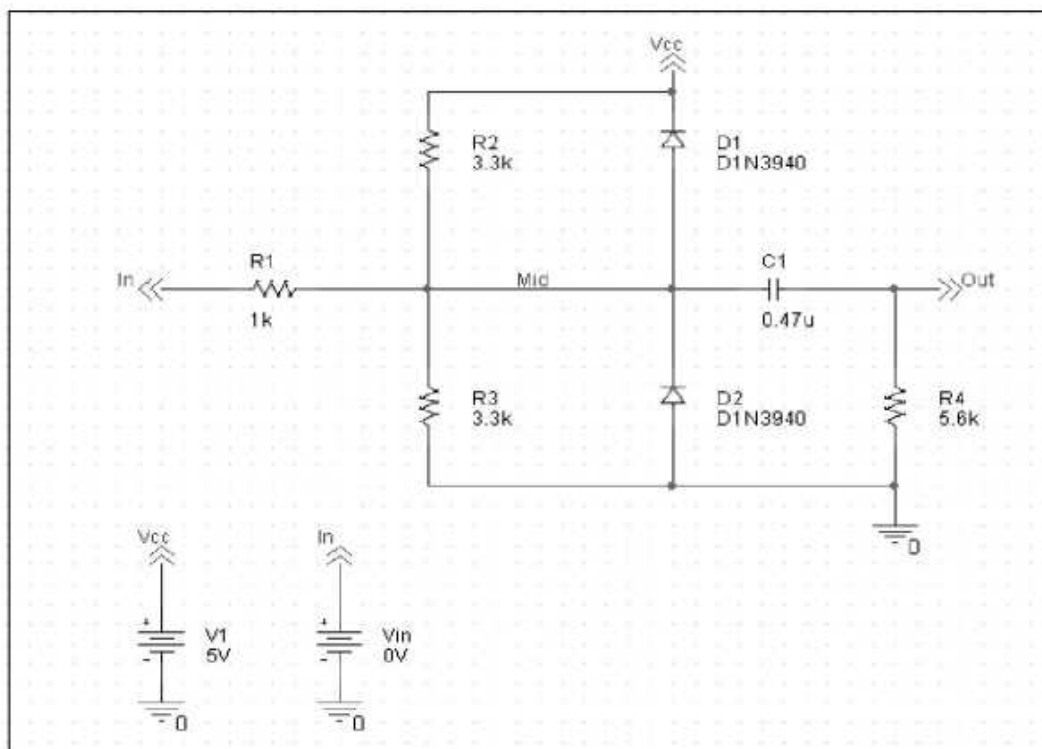

Figure 2 Diode clipper circuit.
This section describes how to use OrCAD Capture to create the simple diode clipper circuit shown in Figure 2.
- 3) Ακολουθούνται παρόμοια βήματα με αυτά που περιγράφηκαν για τις διόδους, για να τοποθετηθούν τα parts που χρειάζονται ,σύμφωνα με το figure2. Τα ονόματα των parts που πρέπει να πληκτρολογηθούν στο part name text box του Place part dialog box, δείχνονται παρακάτω:
- Resistors (R)
- Capacitor (C)
- 6) Τοποθετούμε τα off-page connector parts σύμφωνα με το figure2.
- 9) Τοποθετούμε τα part των γειώσεων σύμφωνα με το figure2.
- 6) Συνεχίζουμε να ενώνουμε parts έως ότου το κύκλωμα καλωδιωθεί όπως φαίνεται στο figure2.
Ονομάζουμε τους off-page connectors όπως φαίνεται στο figure2.
5. Συνεχίζουμε να ονομάζουμε τα parts που έμειναν μέχρι το σχήμα να είναι σαν αυτό του figure2.
4. Συνεχίζουμε να αλλάζουμε τα part value properties μέχρι όλα τα parts να αποκτήσουν τις επιθυμητές τιμές σύμφωνα με το figure2.